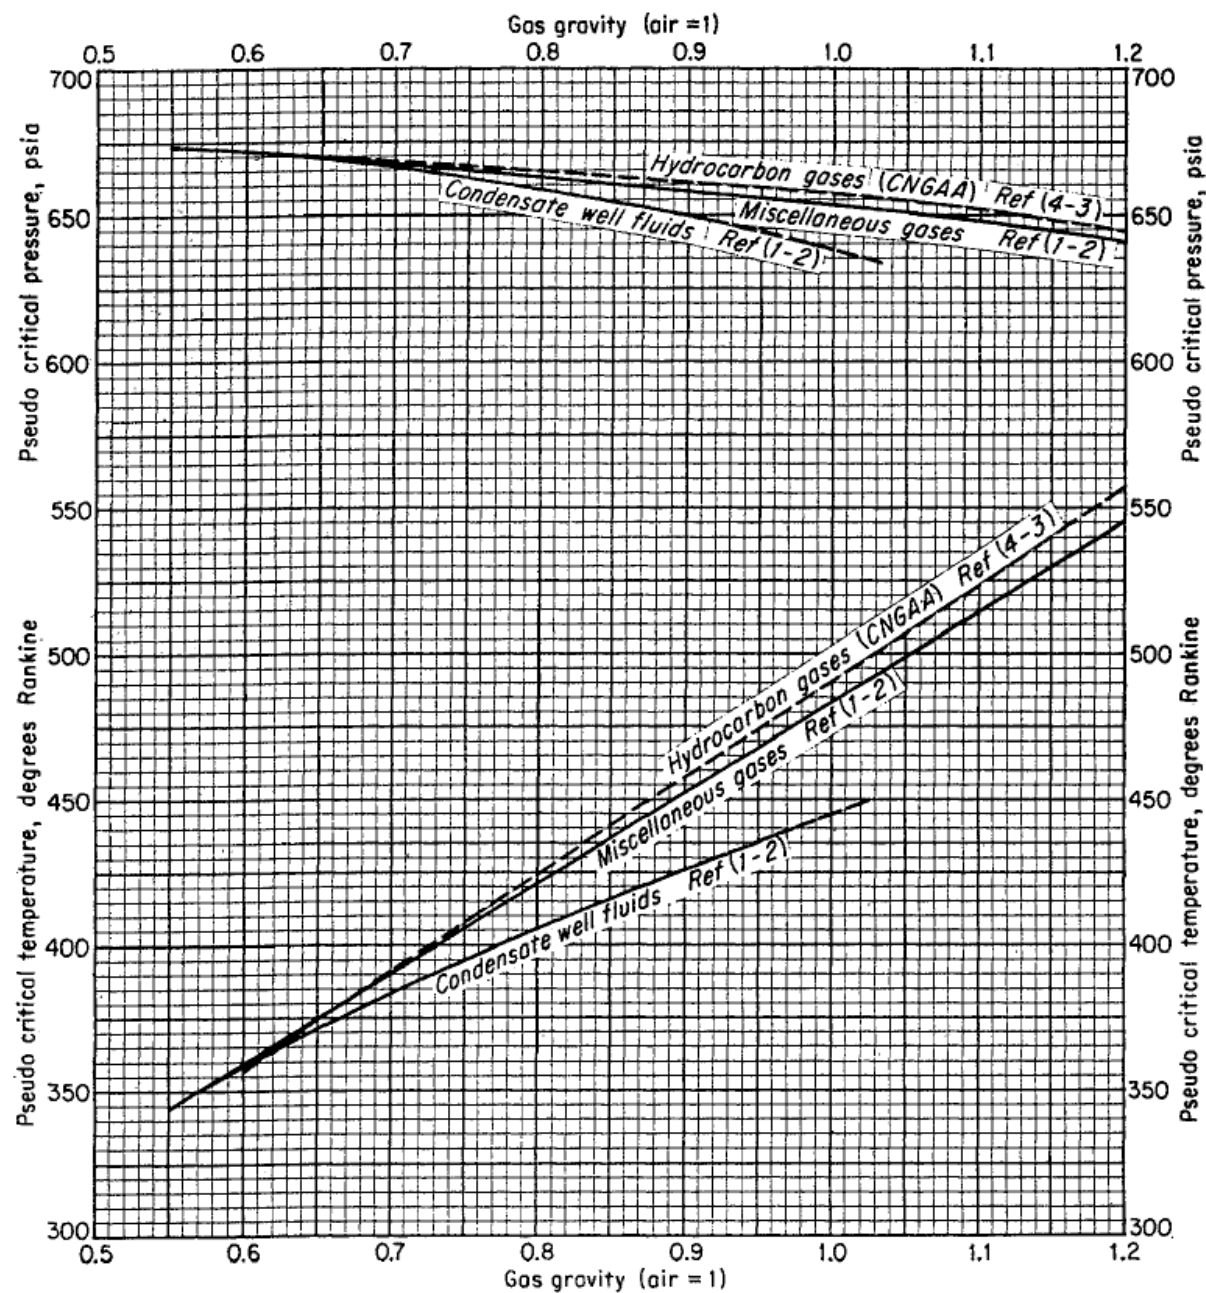
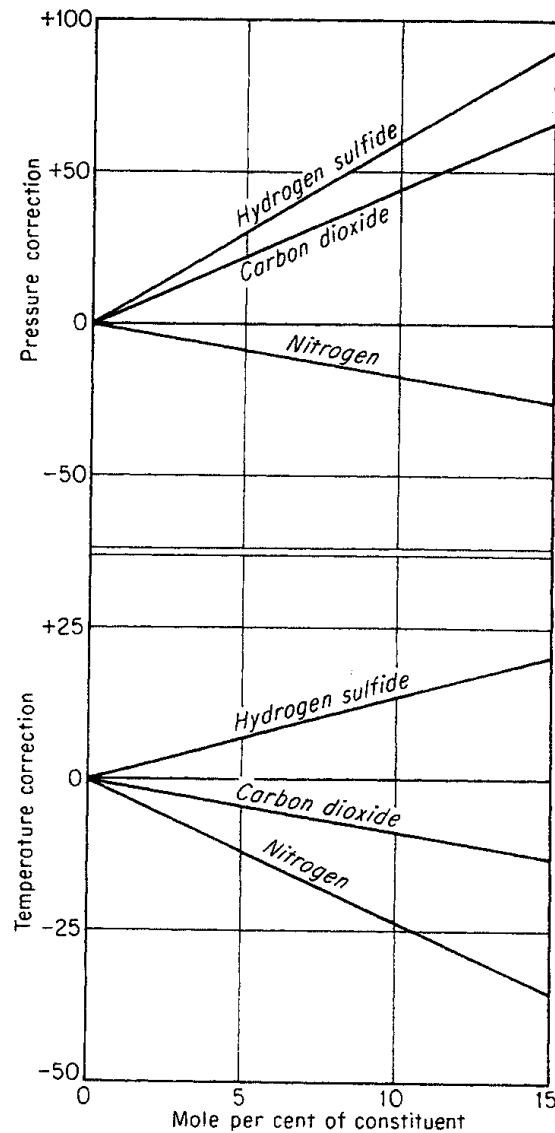

Fig. 4-22. Pseudocritical properties of natural gases. (Brown, Katz, Oberfell, and Alden, 1-2.)
Fig. 4-108. Corrections to pseudocritical conditions as read from Fig. 4-22, to be used when finding viscosity of gases containing N_2 , CO_2 , and H_2S .
- استفاده از Fig. 4.22 صفحه ۱۱۲ کتاب کتز
- نکته بسیار مهم: در صورتیکه در مخلوط گازی، مواد غیرهیدروکربنی وجود داشت، با استفاده از نمودارهای تصحیح Fig. 4-108 صفحه ۱۷۷ کتاب کتز، تصحیح لازم را انجام میدهیم. مقدار تصحیح خوانده شده از این نمودار را با مقدار T_c و P_c بدست آمده از Fig. 4-22 جمع می کنیم.
✓ محور افقی: $\gamma_g = 0.6$ ← از قسمت پایین Fig. 4-22 ←
✓ محور افقی: $\gamma_g = 0.6$ ← از قسمت بالای Fig. 4-22 ←
✓ با توجه به اینکه مخلوط حاوی 1.4% جزء غیرهیدروکربنی نیتروژن است، از Fig. 4-108